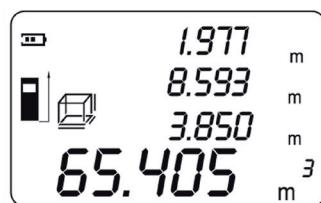

Fig. 14
7. Appuyez une nouvelle fois sur la touche «Read» pour afficher le volume dans la ligne inférieure de l'écran; la hauteur s'affiche simultanément dans la troisième ligne de l'écran (Fig. 14).